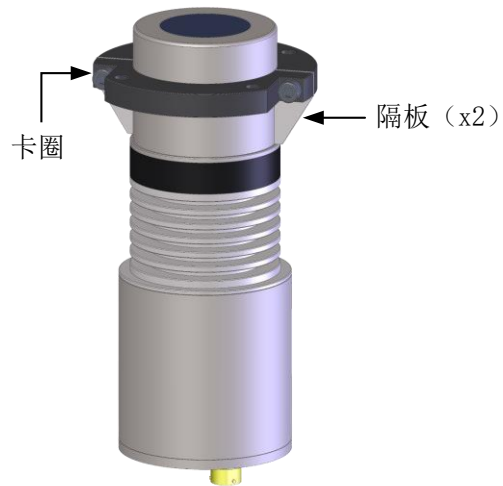

图 31: 卡圈 (嵌装)
3. 确保隔板已接触到传感器脊线（图 31）。拧紧卡圈的螺丝，将卡圈固定到位